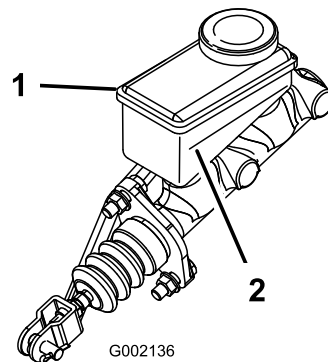

図 58
3. タンクの側面についているマークで、量を点検する 図 58。
- B. 最低ラインより上まで DOT 3 ブレーキ液を補給する 図 58。